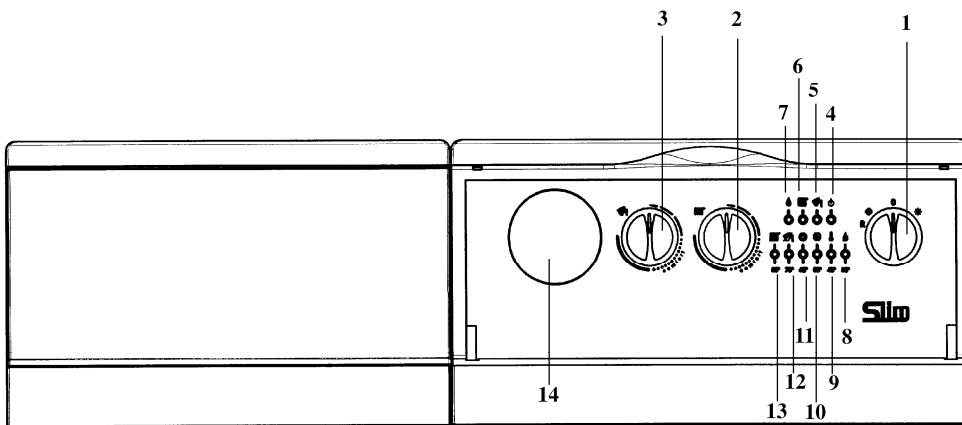

Рис. 1: Панель управления котла
- установить переключатель режимов «лето - зима» (рис. 1, позиция 1) в нужный режим;
- установить регулятор температуры воды в системе отопления (рис.1, позиция 2) на нужное значение;
- установить регулятор температуры воды в бойлере (рис.1, позиция 3) на нужное значение;
Режим работы в системе ГВС может быть исключен путем установки регулятора температуры воды в бойлере (рис.1, позиция 3) на минимальное значение, необходимое для защиты бойлера от замерзания.
Важная информация: при переключателе режимов «лето - зима» (рис. 1, позиция 1), установленном в положении «зима» , перед каждым очередным включением котла по сигналу регулятора системы отопления установлена задержка на несколько минут (для того чтобы избежать частых включений/выключений). Для того чтобы горелка включилась сразу, переведите переключатель в положение (0), а затем снова установите режим «зима».
- установить переключатель режимов лето-зима (рис.1, позиция 1), в положение "лето";
- установить регулятор температуры воды в бойлере (рис.1, позиция 3) на нужное значение.
Внимание! При первом включении внутри трубы подачи газа могут образоваться воздушные пробки. В таких случаях горелка не будет включаться и произойдет блокировка котла по газу (загорается красная лампочка блокировки котла - рис. 1, позиция 8). При возникновении данной проблемы повторите процесс включения котла до поступления газа в горелку, кратковременно установив перед включением переключатель режимов (рис. 1, позиция 1) в положение R (сброс).
Данное устройство может быть снабжено комнатным термостатом для контроля температуры отапливаемого помещения. В этом случае регулятор температуры воды в системе отопления (рис.1, поз. 2) устанавливается в максимальное положение, а сигналы на включение и выключение котла поступают от комнатного термостата.
При отсутствии комнатного термостата температура помещения регулируется косвенным образом при помощи регулятора температуры воды в системе отопления (рис.1, поз. 2); при таких условиях насос системы отопления работает постоянно. Для увеличения температуры повернуть регулятор по часовой стрелке, для уменьшения - против часовой стрелки.
- Установить переключатель режимов (рис. 1, поз. 1) в положение «лето» ☀. В этом случае котел будет работать только на контур ГВС.
- Установить переключатель режимов (рис. 1, поз. 1) в положение (0), проследив, чтобы лампочка-индикатор (рис. 1, позиция 2) погасла; таким образом прекращается подача электричества на котел.
Регулятор температуры воды в бойлере (рис. 1, поз. 3) может использоваться только при наличии накопительного бойлера. В этом случае возможно отрегулировать температуру воды контура ГВС, установив регулятор на нужное значение.
Приоритет ГВС можно отключить установив регулятор (рис. 1, поз. 3) на минимальное значение в соответствии с функцией защиты от замерзания воды в бойлере.
- переключатель режимов (рис.1, позиция 1) не установлен в положение (0);
Если Вы не хотите нагревать воду в бойлере, переведите регулятор температуры горячей воды (рис.1, позиция 3) на минимальное значение (0); электронная система управления проследит за тем, чтобы температура не опускалась ниже 5°C.